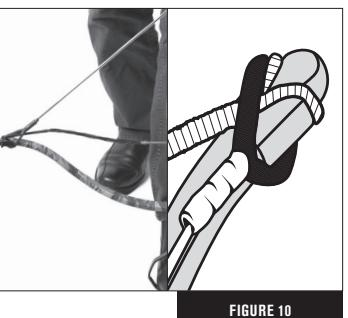

FIGURE 10
5. Fije el lazo de la cuerda de la ballesta sobre la punta de cada pala insertándola a través de (por debajo de) el lazo del encordador. ASEGÚRESE de que el encordador de la ballesta esté totalmente pasado sobre ambos lados de la punta de plástico como se muestra en la Fig. 10.